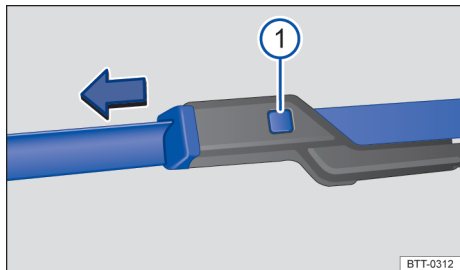

Fig. 158 En el parabrisas: cambio de las escobillas limpiacristales del parabrisas.
① Tecla de desbloqueo
3. Mantenga presionada la tecla de desbloqueo y retire al mismo tiempo la escobilla en el sentido de la flecha → **fig. 158 ①**.